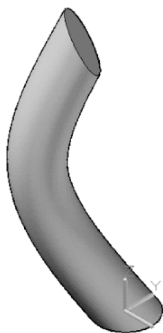

图 9-51 应用“灰度”视觉样式
4) 从“视觉样式”面板的“视觉样式”下拉列表框中选择“灰度”选项，则显示效果如图 9-51 所示。